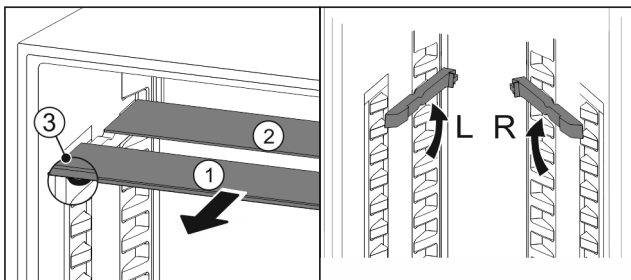

Fig. 91
- ▶ Dra ut Fig. 91 (1) glashyllorna framåt en i taget.
- ▷ Glashyllan Fig. 91 (1) med dekorlisten ligger längst fram.
- ▷ Stoppklackarna Fig. 91 (3) är vända nedåt.